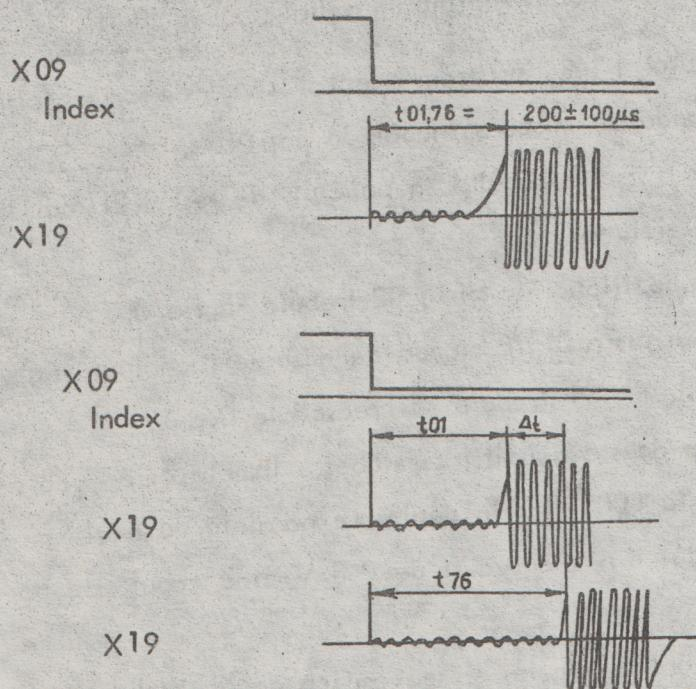

Fig.14. Reglaj tangential.
- se urmărește ca intervalul pînă la creșterea semnalului din X19 să fie în limitele $200 \pm 50 \mu s$ (vezi fig.14)